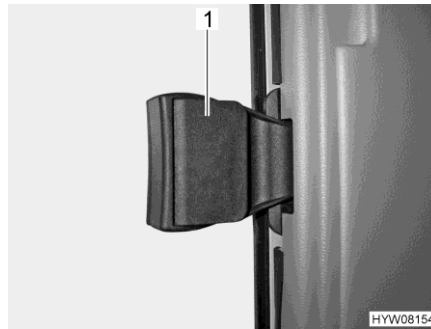

Fig. 40 Finestrino del passeggero
- Ribaltare la maniglia (Fig. 40,1).